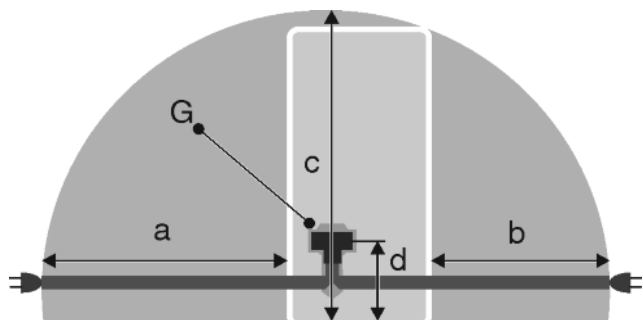

Fig. 25
- Zásuvka leží mimo oblast zadní stěny spotřebiče v dané oblasti Fig. 25 (a, b, c).
- Zástrčku spotřebiče Fig. 25 (G) zastrčte na zadní straně spotřebiče. Dávejte pozor na správné zaklesnutí.